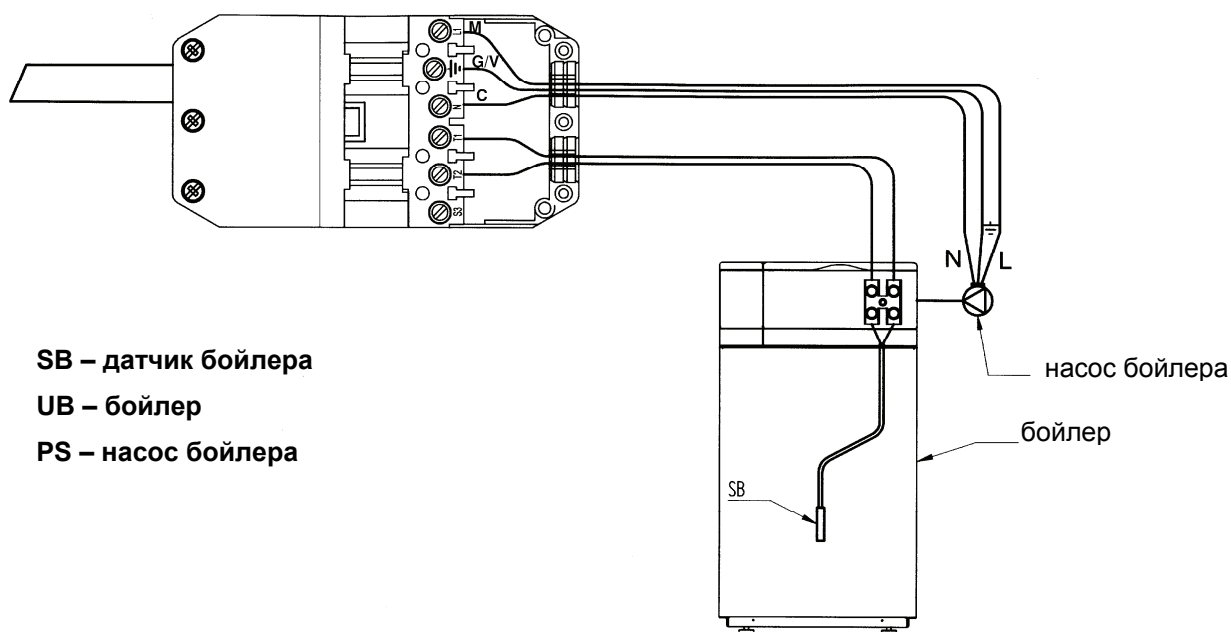

Рис. 6 Схема подсоединение датчика ГВС и насоса бойлера.
- Подсоединить насос бойлера к клеммам (L1 - N - $\frac{1}{2}$) 6-ти полюсного разъема используя кабель типа «HAR VV – F» 3x0.75 мм² (Рис. 6).